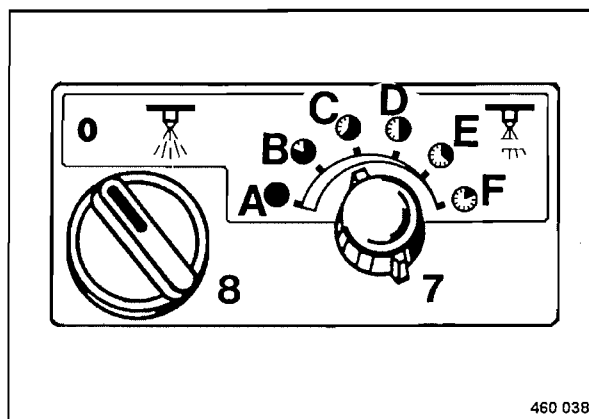

Fig. 58
- Interruptor giratorio para rociado 8 (Fig. 58)